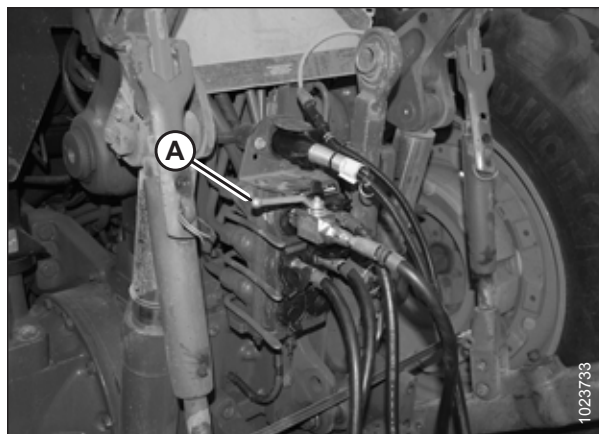
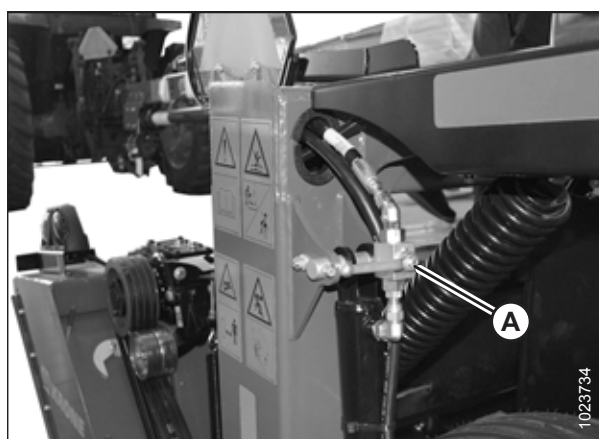

Figure 8.25: Vanne de verrouillage de la direction
Figure 8.26: Clapet de verrouillage du vérin de levage
11. Fermez le clapet de verrouillage de la direction et les deux clapets de verrouillage des vérins de levage en tournant les poignées en position fermée. Pour des instructions, reportez-vous à la figure 8.25, page 180 et à la figure 8.26, page 180.